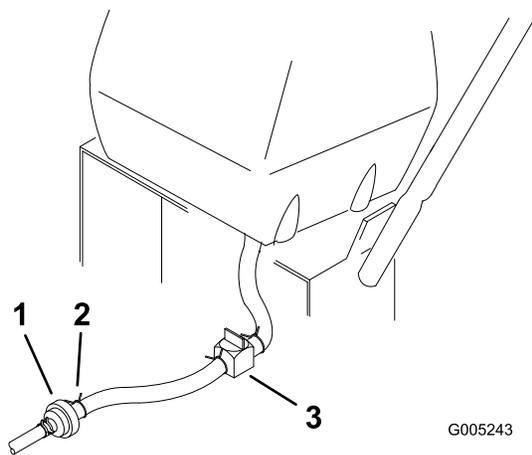

Figure 27
3. Fermez le robinet d'arrivée de carburant sur le réservoir (Figure 27).
4. Pincez les extrémités du collier de fixation et poussez le collier en haut de la conduite d'alimentation, à l'opposé du filtre à carburant (Figure 27).
5. Débranchez la conduite d'alimentation du filtre à carburant (Figure 27).